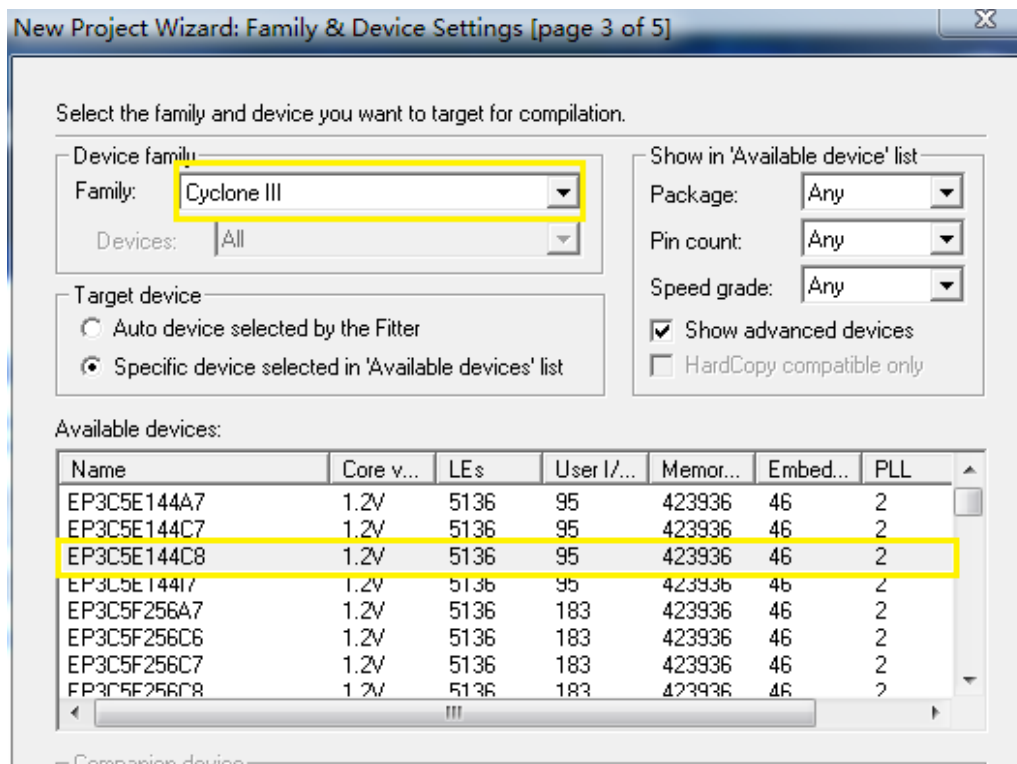

图2 器件选择对话框
4. 点击“Next”，进入到图 2 所示的器件选择对话框，在“Family”下拉菜单中选择“CycloneIII”，在“Available Devices”列表栏中选择“EP3C5E144C8”。